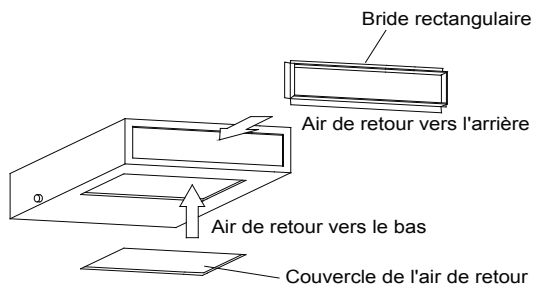

Figure 34 – Conduite de retour d'air
1. L'emplacement d'installation par défaut de la bride rectangulaire se trouve à l'arrière et la plaque de protection du retour d'air se trouve dans le bas, comme indiqué à la figure 34.